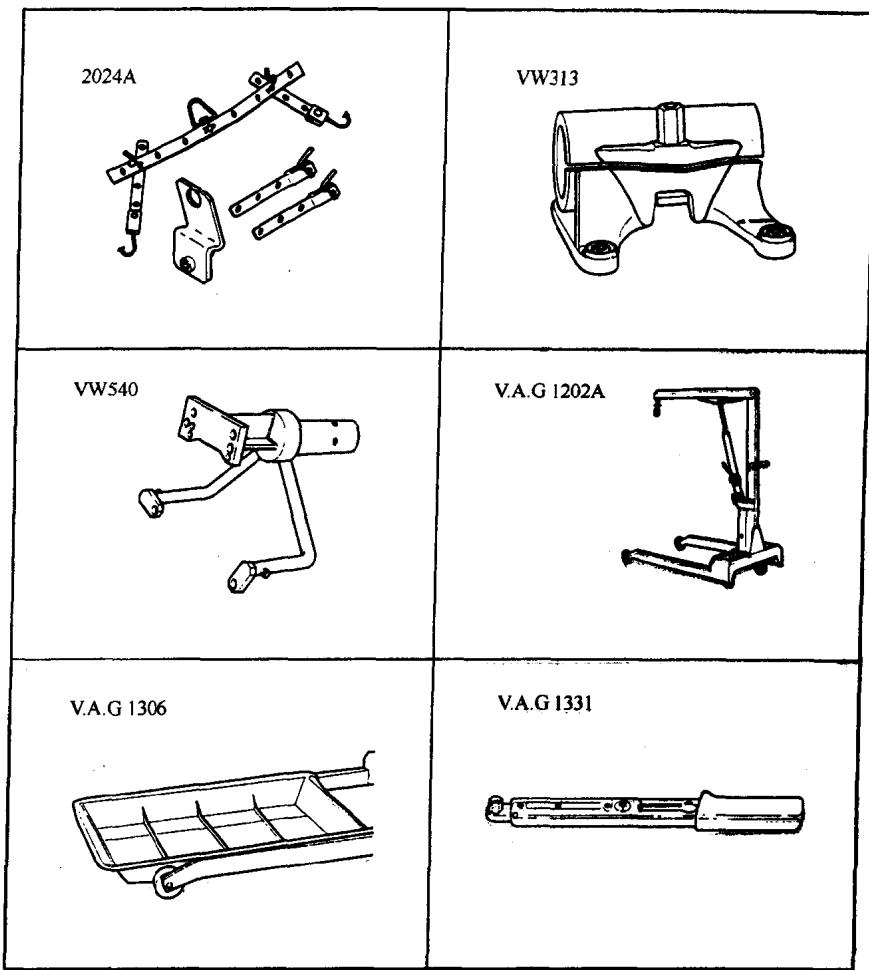

图 2-2
1) 2024A 悬挂工具、VW313 托架、VW540 发动机和变速器支架、V.A.G1202A 车间用起重机、V.A.G1306 收集盘、V.A.G1331 扭力扳手(5~50N·m)，如图 2-2 所示。